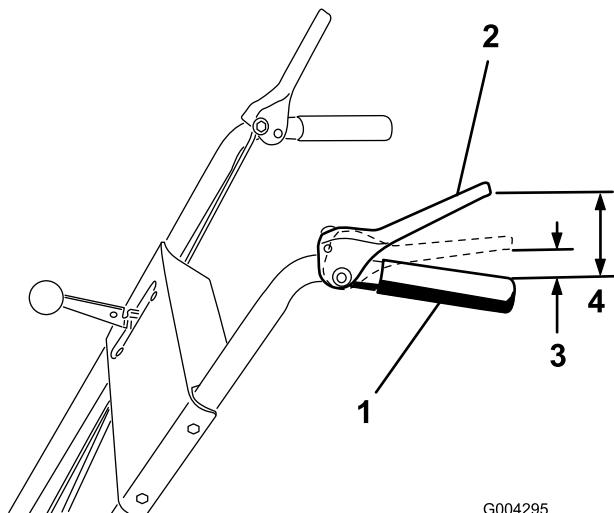

Bild 7
2. Stellen Sie die zwei Bundmuttern durch Drehen der Fahrantreibsstange nach oben oder unten so ein, dass der Abstand zwischen der Oberkante des Handgriffs und der Unterkante des Fahrantreibshebels ca. 11,4 cm beträgt (Bild 7).
4. Schieben Sie den Schalthebel (Bild 7) in den dritten Gang.
Hinweis: Die Einstellung ist korrekt, wenn sich die Räder nicht mehr rückwärts drehen, und der Abstand zwischen der Oberkante des Handgriffs und der Unterkante des Gasbedienungshebels 2,5 bis 5 cm beträgt, siehe Bild 7.